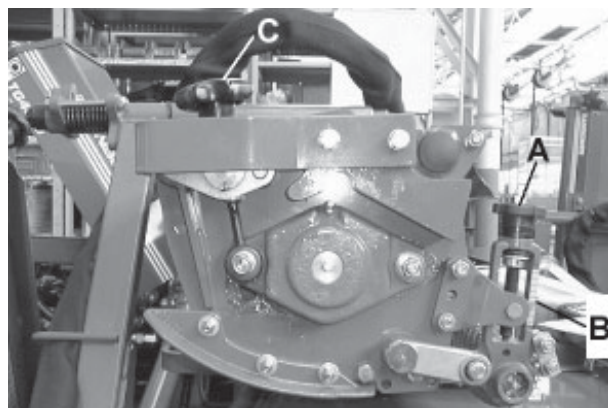

Fig.6
#### JUSTERING AF KLIPPECYLINDER TIL NEDERSTE BLAD (FIG. 6)
1. For at justere cylinderen på det nederste blad, drejes håndhjulet med uret og skiftevis til højre og venstre (A Fig. 6) for at blive sat på klipning. Der mærkes en 'hakkende' følelse når håndhjulet bliver roteret med uret, og denne 'hakkende' cylinder bevæger sig i inkremerter på ca. 0.035 mm mod det nederste blad.